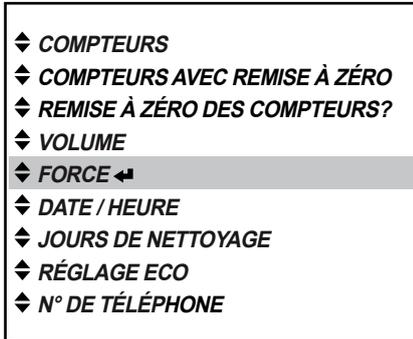

Fig. 36
1. Appuyez sur la touche d'entrée ◀ pour afficher le menu « FORCE » (fig. 36).